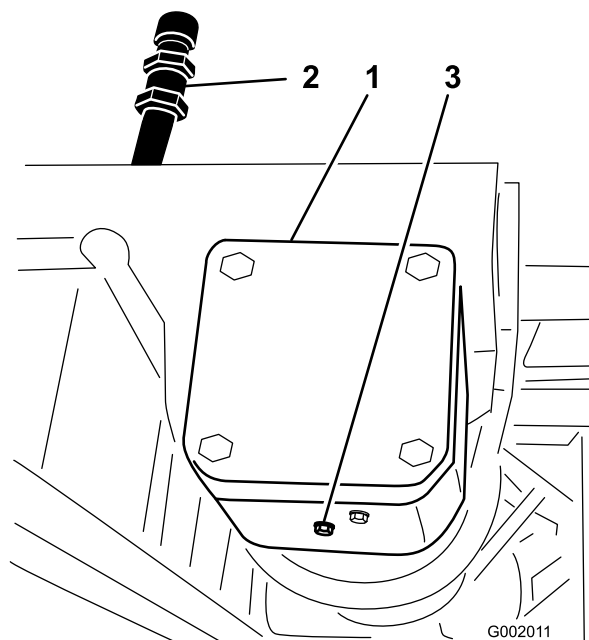

図 70
2. ドレン・プラグの下にオイルを受ける容器をおく（図 70）。
3. 補給口プラグとドレン・プラグを取り（図 70）、排出されるオイルを容器で回収する。